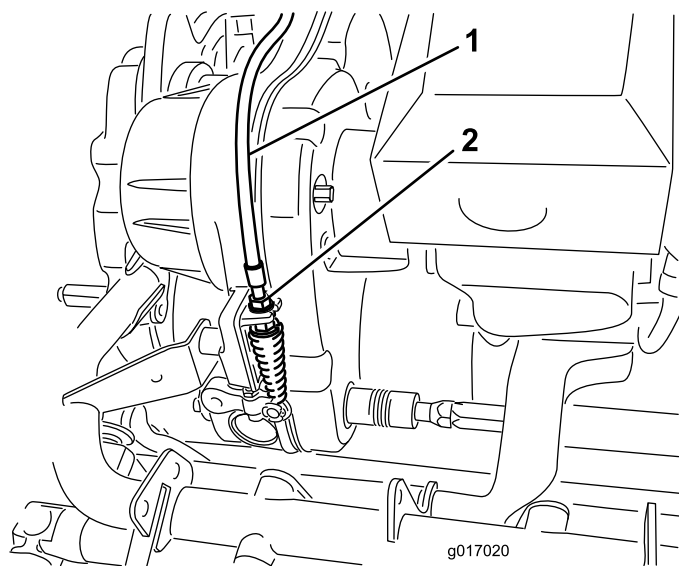

图47
2. 在变速箱隔板上、调整滚刀控制装置拉线（图47）、使弹簧长度达到 70.6~72.4mm。